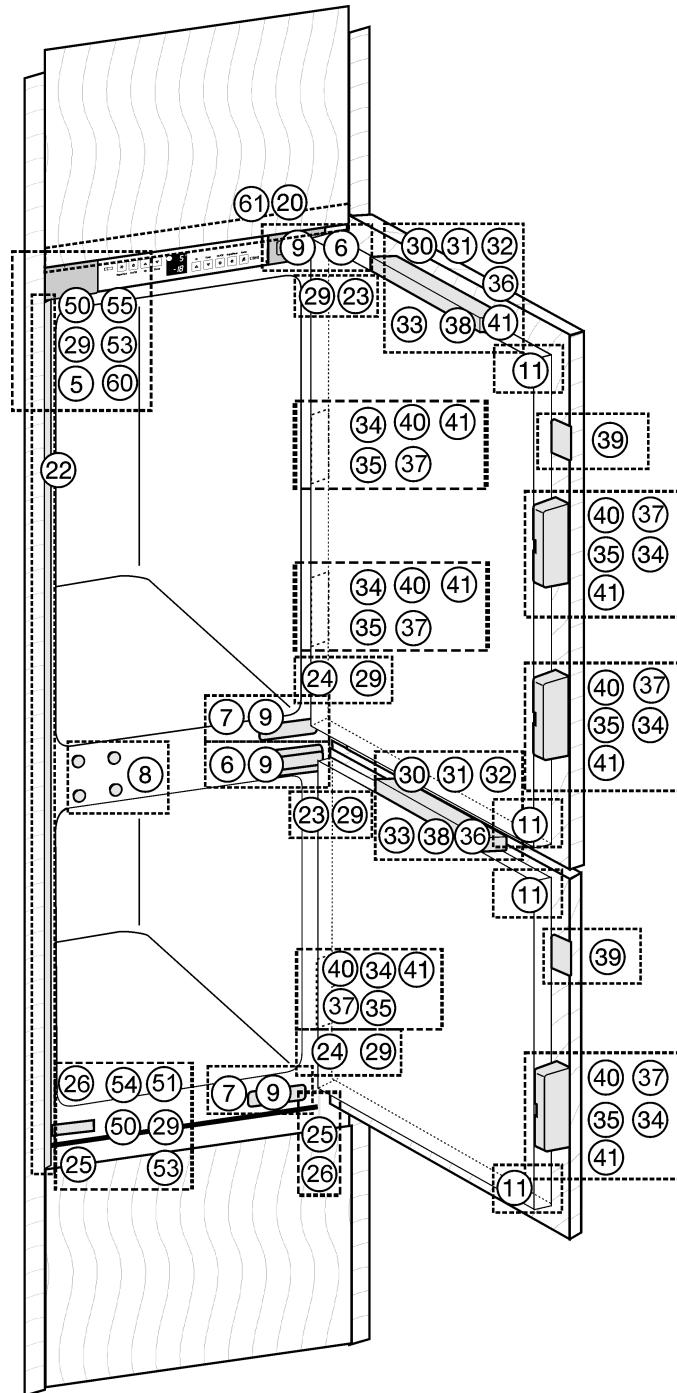
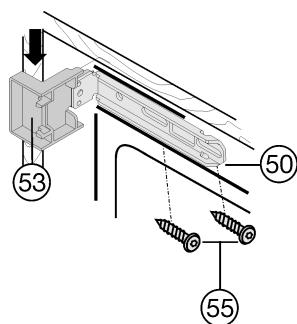
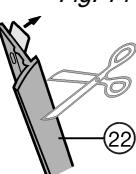

Fig. 9
Fig. 14
Fig. 15
- ▶ Cliquer l'écarteur Fig. 13 (23) sur les charnières supérieures et l'écarteur Fig. 9 (24) sur les charnières inférieures.
- ▶ Placer les caches Fig. 14 (53) en haut et en bas sur les cornières de fixation Fig. 14 (50).
- ▶ Visser les cornières de fixation Fig. 14 (50) en haut Fig. 14 (55) et en bas Fig. 9 (51) de telle manière qu'une cornière puisse être bougée légèrement sur la droite et sur la gauche.
- ▶ Retirer le film de protection de la baguette de finition Fig. 15 (22). Positionner la baguette de finition Fig. 15 (22) côté poignée en l'alignant par l'avant au nez du cache Fig. 14 (53) et la coller à la paroi latérale de l'appareil.
- ▶ Couper la baguette de finition Fig. 15 (22) si nécessaire : placer le cache Fig. 9 (54) contre la cornière de fixation du bas Fig. 14 (50) et raccourcir la baguette de finition Fig. 15 (22) pour qu'elle ait la même longueur que l'arête supérieure du cache.
- ▶ Retirer à nouveau le cache Fig. 9 (54).
- ▶ Glisser l'appareil à l'intérieur jusqu'à ce que les caches Fig. 14 (53) heurtent la paroi latérale du meuble. Fig. 14
- ▶ Aligner l'appareil avec les pieds réglables Fig. 9 (25) à l'aide d'une clé ouverte Fig. 9 (26) jusqu'à ce qu'il soit droit.